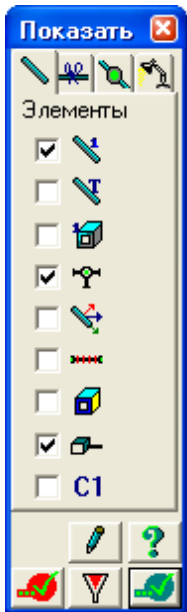

Рис.12.25. Диалоговое окно Показать
- В диалоговом окне **Показать** (рис.12.25) перейдите на первую закладку **Элементы** и установите флажок **Номера элементов**.